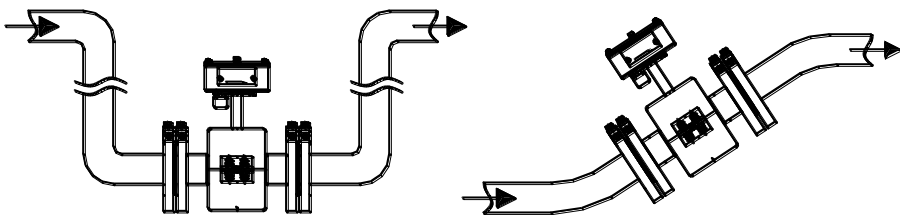

Рис.2
4.2.2 В месте установки ППР в трубопроводе не должен скапливаться воздух. Наиболее подходящее место для монтажа – нижний или восходящий участок трубопровода (см. рис.2).